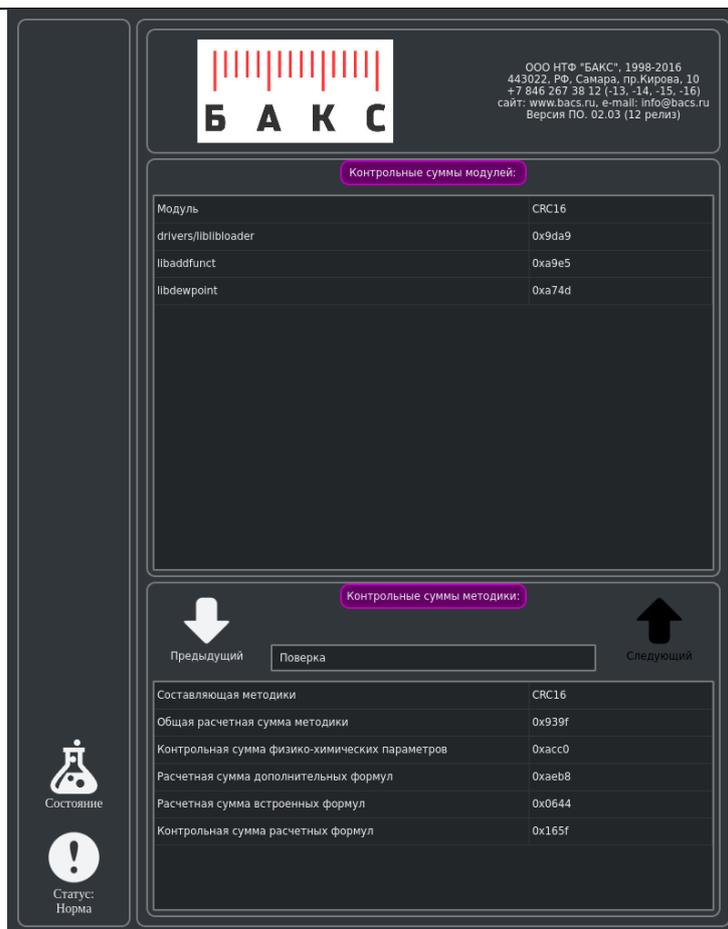

Рисунок 18. Вид диалога «Информация о ПО»
2.6.3.2. Идентификацию встроенного ПО проводят с помощью диалога «Информация о ПО» (Рисунок 18). Открытие этой экранной формы осуществляют из основного рабочего окна ПО с помощью кнопки «Информация»